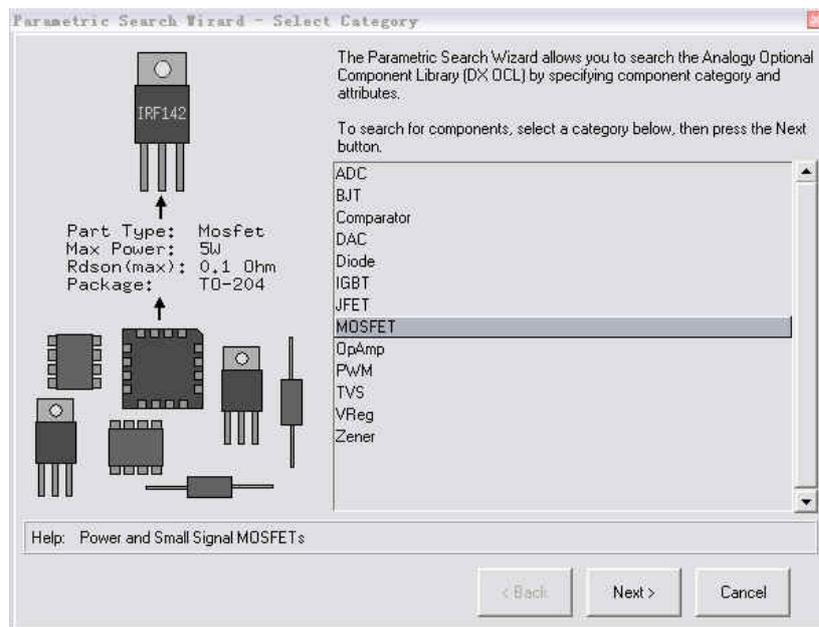

图 1-2 参数查询向导
- ▲ 如果要查找具体的产品元件，用 **Parts Gallery** 中的参数查询向导可以达到此目的，选择 **Schematic>Get Part>Parametric Search**，或者选择右键快捷菜单中的 **Get Part>Parametric Search**，将出现 **Parametric Search Wizard** 框，如图 1-2 所示，选择产品元件所属类型，然后单击 **Next**，在 **General Information**、**Maximum Rating**、**Performance Specifications** 三个标签中，进行相关设置，然后单击 **Finish**，就可以列出符合要求的产品。